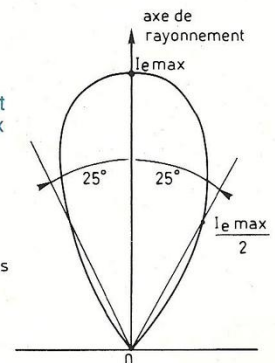

Fig. 4 : Diagramme de rayonnement de la diode LD 271.
- de l'angle que fait la direction considérée avec l'axe de révolution du système. Ainsi, le diagramme de la figure 4 montre que l'intensité énergétique baisse de 50 % lorsqu'on s'écarte de l'axe de $\pm 25^\circ$;